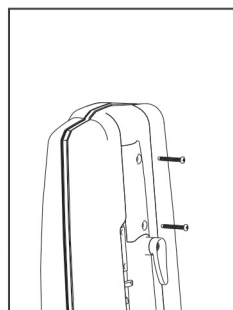

Fig. 2
2. Détachez le support de la poignée en retirant les deux vis (Fig. 2).